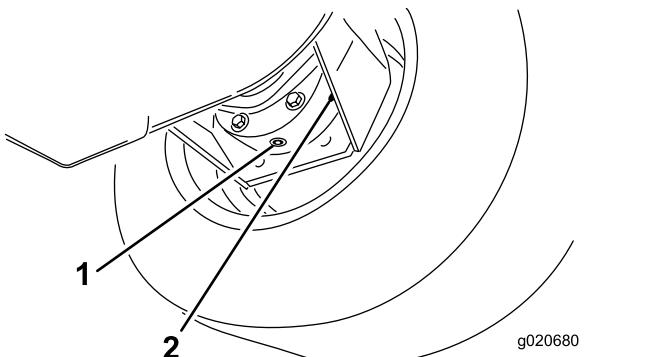

Figura 105
3. Coloque o recipiente de escoamento por baixo da estrutura do travão, retire o tampão e deixe o óleo escorrer para o recipiente (Figura 105).